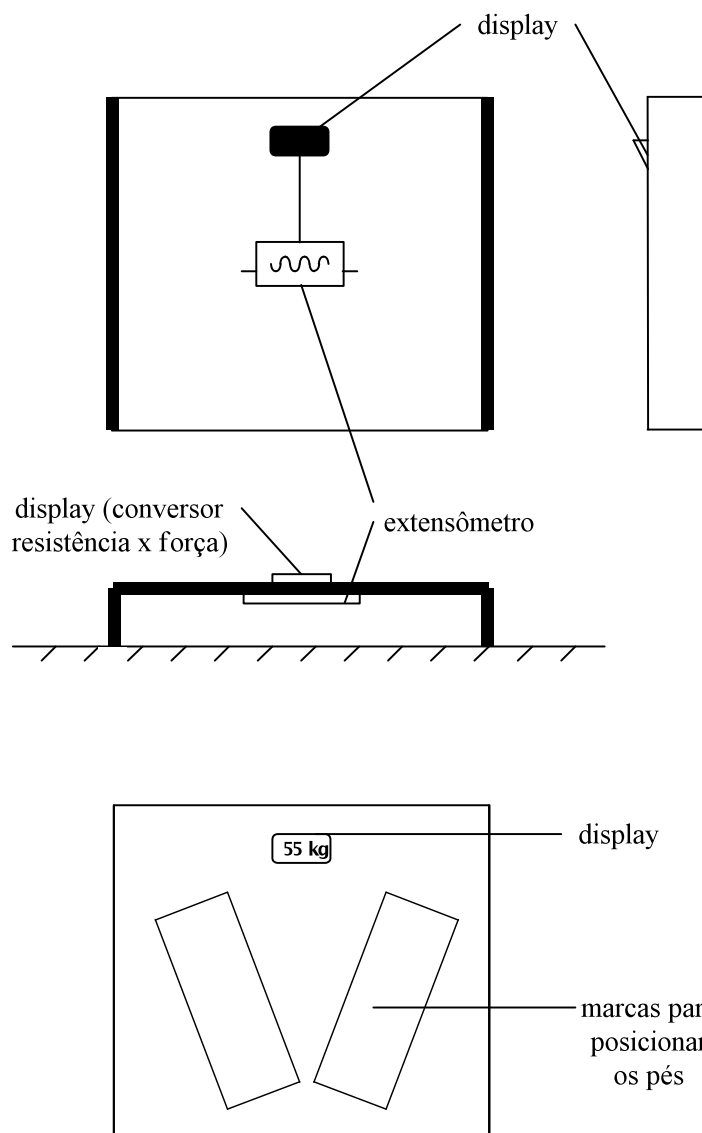

Figura 9 - Esquema de balança com extensômetro.
- Um extensômetro (*strain gage*) é montado em uma placa de aço dobrada em suas laterais formando um perfil "C". Um dispositivo eletrônico converte a variação da resistência elétrica do sensor no peso da pessoa sobre a balança e o apresenta através de um display de cristal líquido (figura 9).